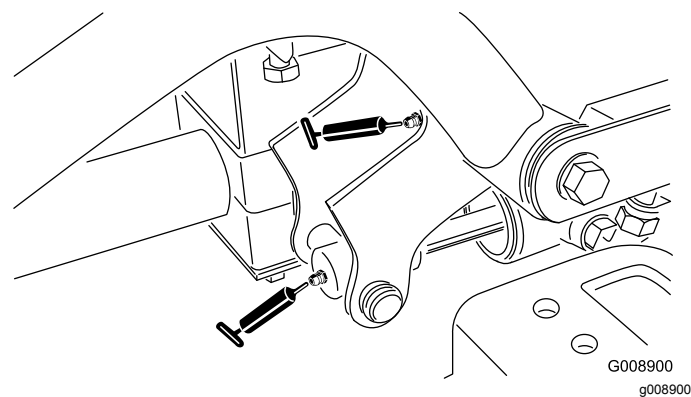

図 38
- 右前昇降アームのピボット昇降シリンダ2ヶ所 **図 38**